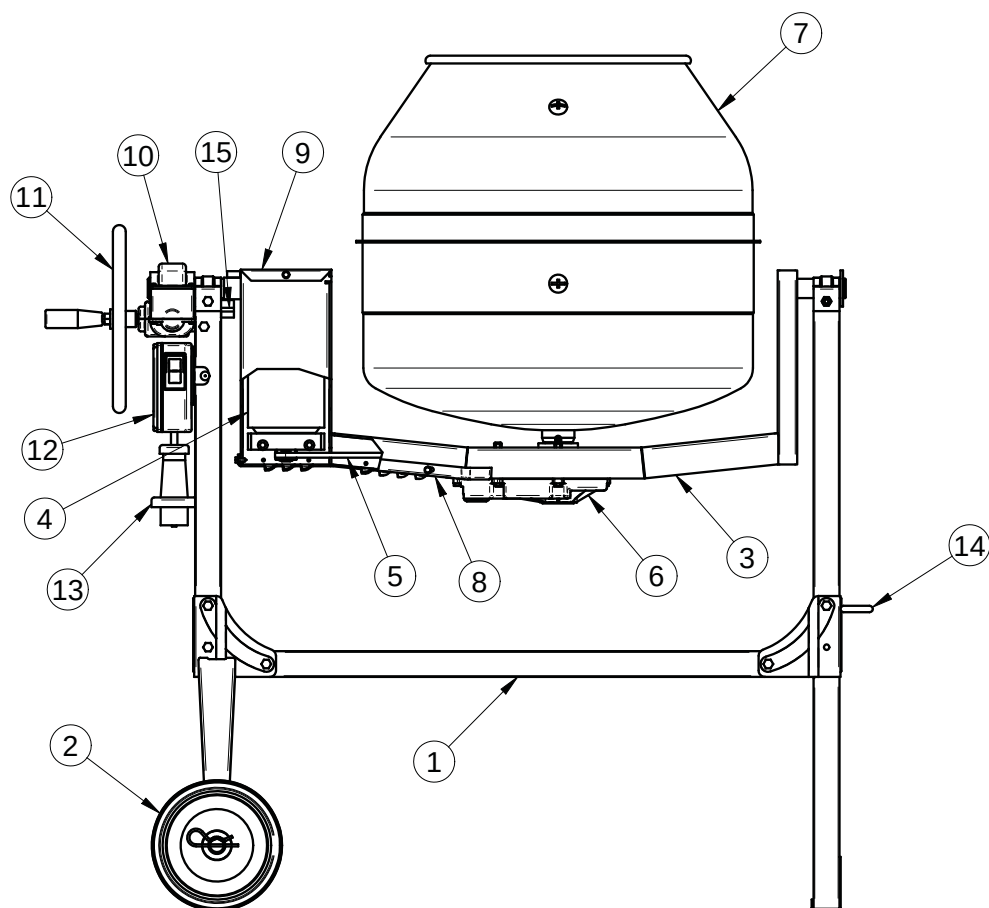

FIG.1
La betoniera è costituita da un telaio (rif.1, fig.1) con due ruote rigide (rif.2, fig.1); il quale sostiene un braccio oscillante (rif.3, fig.1).
Su quest'ultimo è montato il riduttore (rif.6, fig.1), che viene messo in movimento dal motore elettrico (rif.4, fig.1) mediante una cinghia poly-V isolante (rif.5, fig.1).
Sull'albero d'uscita conico del riduttore è innestata la vasca di mescolamento (rif.7, fig.1), bloccata in posizione da un'apposita vite.
Il ribaltamento della vasca è comandato dalla rotazione manuale del volantino (rif.11, fig.1), che agisce sul riduttore ruota elicoidale-vite senza fine (rif.10, fig.1) collegato al braccio.
L'accensione e l'arresto del motore elettrico sono realizzati per mezzo di due appositi pulsanti presenti sul quadro elettrico (rif.12, fig.1).
Sul quadro elettrico è presente la spina volante (rif.13, fig.1) per il collegamento all'alimentazione elettrica.
Per la movimentazione in cantiere (a macchina scarica) è presente la maniglia (rif.14, fig.1).
tamente (rif.8-9, fig.1).
Il pericolo di deterioramento del cavo di alimentazione del motore elettrico, causato da attorcigliamento, è eliminato da una battuta d'arresto (rif.15, fig.1) che impedisce la rotazione completa della vasca di mescolamento.
Nella betoniera IMER i punti pericolosi sono protetti mediante opportuni dispositivi di protezione, che devono essere mantenuti in perfette condizioni e montati, come ad esempio la protezione della cinghia di trasmissione (rif.8, fig.1).
- **Il ribaltamento della vasca di mescolamento ha una battuta d'arresto (rif.15, fig.1) per impedire la rotazione completa e quindi il danneggiamento del cavo elettrico di collegamento al motore. Non avvicinare parti del corpo a tale zona durante il ribaltamento.**